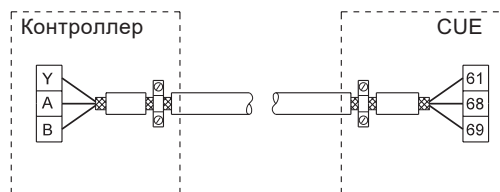
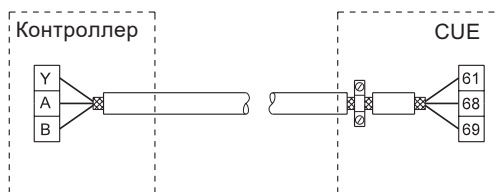

Рис. 9 Пример подключения 3-проводного экранированного кабеля шины данных с подключением экрана с обеих сторон
Рис. 10 Пример подключения 3-проводного экранированного кабеля, подсоединённого к преобразователю частоты CUE (контроллер без кабельных зажимов)
- Подключайте экран как силового кабеля питания электродвигателя, так и сигнальных кабелей. См. рис. 9. Если на контроллере отсутствует скоба, подключайте экран только к CUE. См. рис. 10.